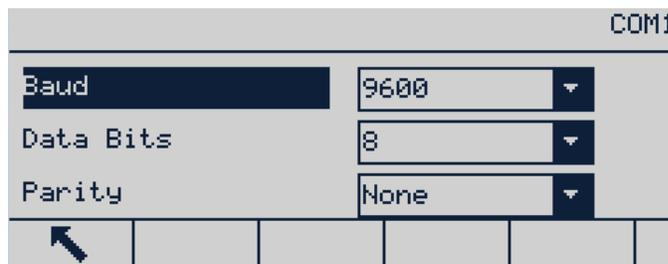

Abbildung B-26: COM1-Konfigurationsbildschirm
- Gehen Sie zu Kommunikation | COM1 und prüfen Sie, ob die GT800-Drucker-Kommunikationsparameter mit den Angaben in Abbildung B-26 übereinstimmen.